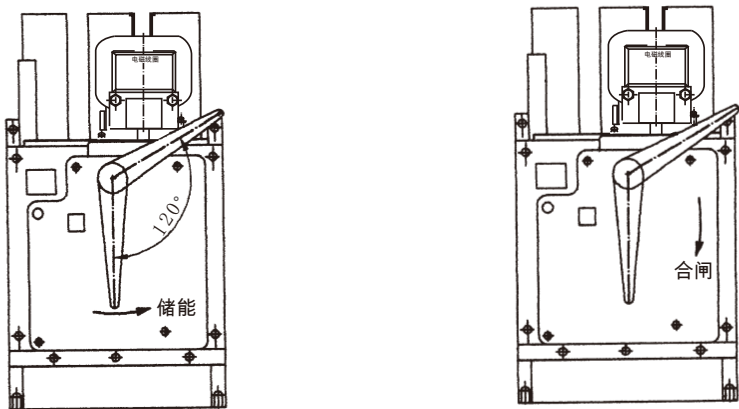

图13 操作示意图
- 7.3.4 手动操作断路器时，应逆时针转动手柄，转动到120°角度时，断路器处于储能位置，再顺时针扳下手柄，使断路器快速合闸，见图13。